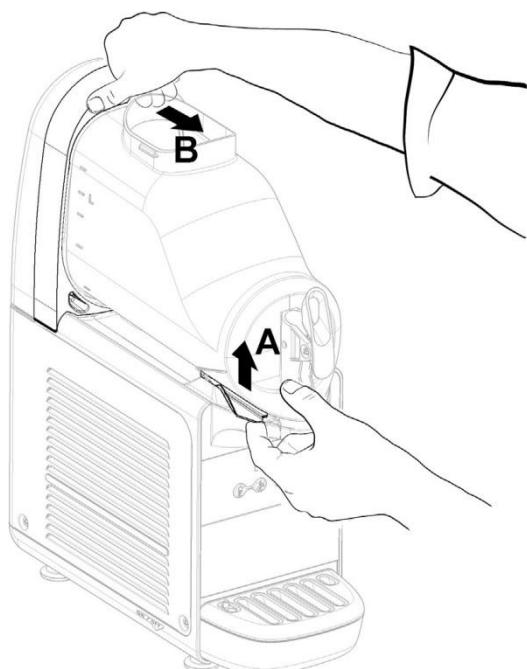

Рис. 3
- 2** Для снятия контейнера поднять рычаг вверх (см. Рис. 3)